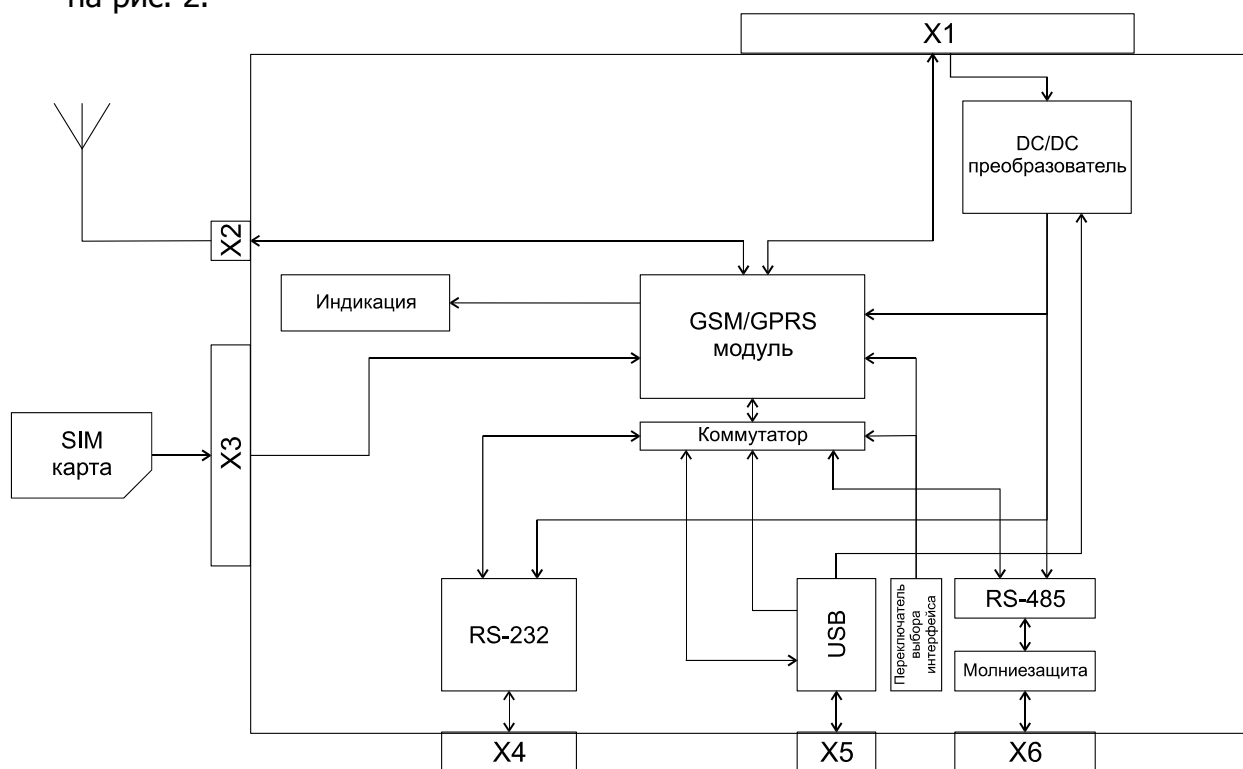

Рис. 2. Структурная схема адаптера.
2.4.2. Адаптер представляет собой двунаправленный преобразователь сигналов интерфейсов RS-232,RS-485,USB в GSM. Структурная схема прибора приведена на рис. 2.
3.2.2.9. Установить SIM-карту в картоприемник. Для этого необходимо извлечь лоток картоприемника, нажав на соответствующую кнопку (см. Рис.2), а затем вставить его обратно с установленной SIM-картой.